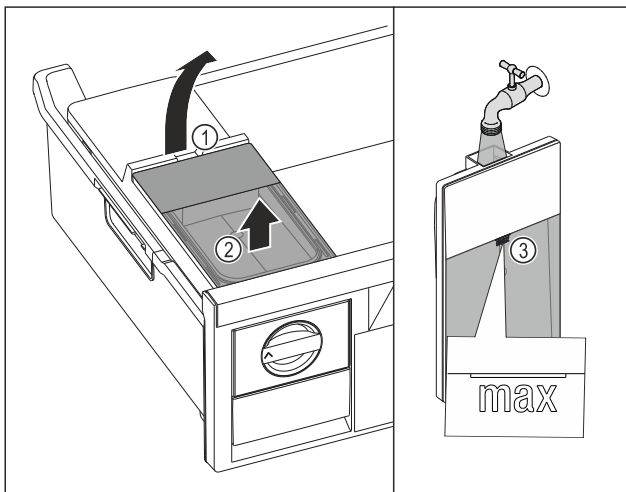

Fig. 98
- Sollevare il serbatoio dell'acqua dalla cavità Fig. 98 (1).
- Rimuovere il serbatoio dell'acqua estraendolo verso l'alto. Fig. 98 (2)
- Riempire il serbatoio dell'acqua con acqua potabile fino al contrassegno Fig. 98 (3).